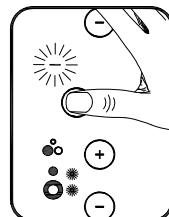

Figure 10
4. Actionner à nouveau la touche sensitive de programmation afin de confirmer le programme sélectionné. Le témoin indicateur de programmation ainsi que le symbole ( - ) clignotent. Voir Fig. 10